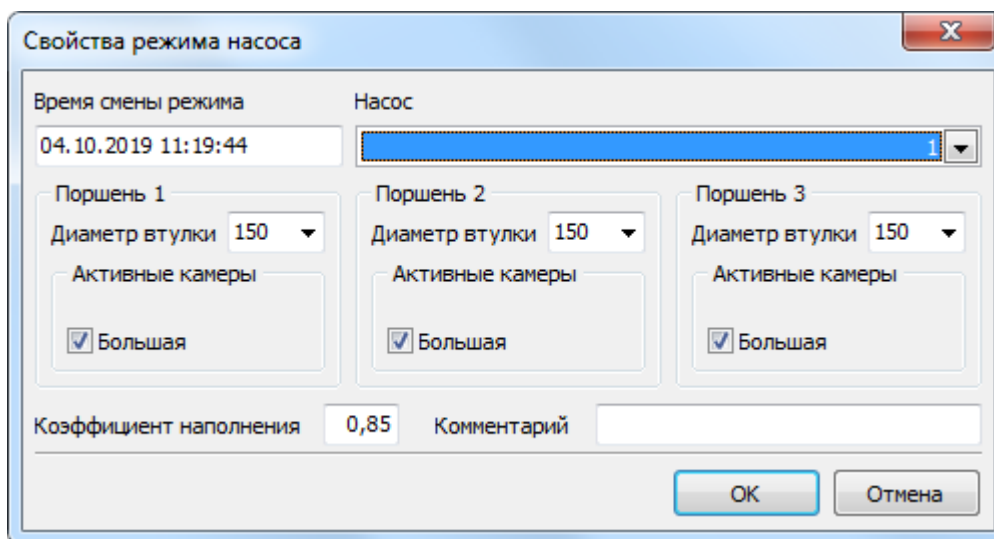

Рисунок 338.Диалог после выбора насоса
При редактировании информации об изменении работы насоса работа происходит в диалоге **"Свойства режима насоса"** (Рис. 338).
3. В появившемся диалоге, аналогичном диалогу при добавлении информации об изменении работы насоса (Рис. 338), измените необходимые данные.